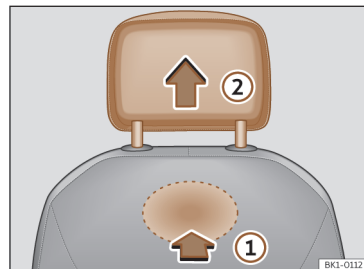

Fig. 71 Appuie-tête avant : démontage.
- Pour le déverrouiller, localiser l'évidement à l'arrière du dossier sur la zone marquée et appuyez dans le sens de la flèche >>> **fig. 71 ①**.
- Retirez l'appuie-tête dans la direction de la flèche ②.